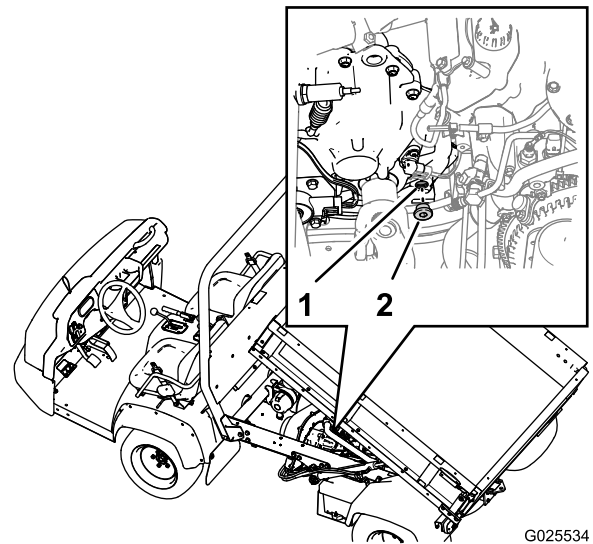

Bild 67
1. Ermitteln Sie die Füllschraube im unteren, inneren Bereich hinten am Getriebe (Bild 67).
3. Drehen Sie die Schraube nach links und nehmen Sie die Kappe vom Füllanschluss im Getriebe ab (Bild 67).
4. Wenn der Stand der Getriebeflüssigkeit niedrig ist, füllen Sie Getriebeflüssigkeit der entsprechenden Sorte durch den Füllanschluss in das Getriebe, bis der Stand an der Unterkante des Gewindes im Anschluss liegt (Bild 67).
6. Setzen Sie die Füllschraube in das Getriebe und ziehen sie mit der Hand fest (Bild 67).